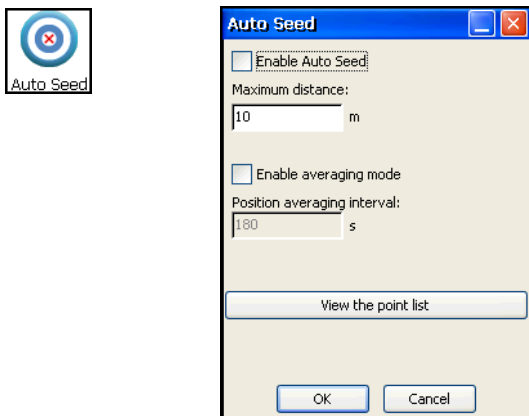

Рис. 3-15. Настройка базового приемника
11. Для настройки базового приемника нажмите значок **Auto Seed** и задайте следующие параметры (Рис. 3-15 на стр. 3-16), после чего нажмите **OK**.